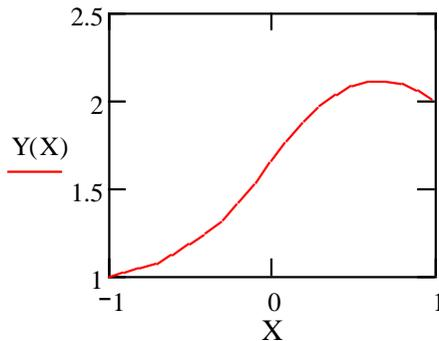

Рис. 9.8. Вид искомой функции Y
6. Вывести функцию на диаграмме, получив вид согласно рис. 9.8.